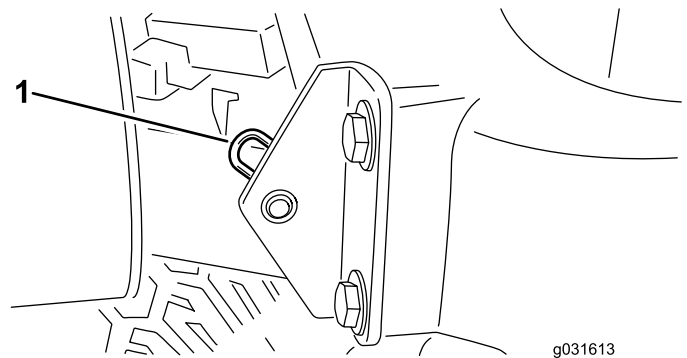

Figura 33
2. Togliete la coppia che fissa il perno del cofano alle staffe di montaggio (Figura 33).